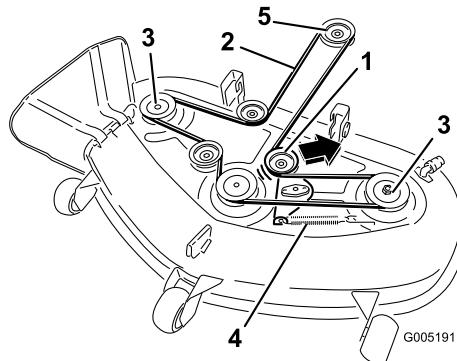

Figure 49
- Tirez la poulie de tension dans la direction indiquée à la Figure 49 et retirez la courroie des poulies.
- Acheminez la courroie neuve autour de la poulie du moteur (Figure 49).
- Tirez la poulie de tension dans la direction indiquée à la Figure 49 et acheminez la courroie autour de la poulie de tension (Figure 49).